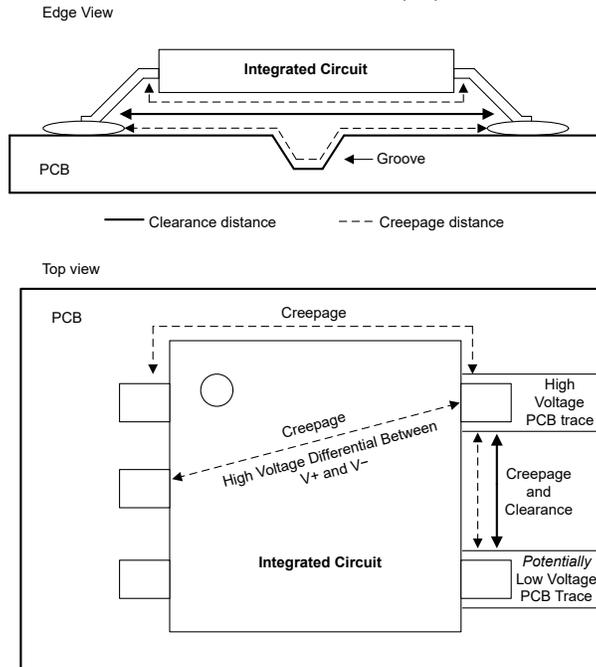

图 7-8. 集成电路中的爬电距离和间隙
在设计和构建具有高电压的电气系统时，需要考虑两个重要概念，即爬电距离和间隙距离。爬电距离是指电流可沿绝缘材料（如印刷电路板 (PCB) 或塑料外壳）表面穿行的最短路程。间隙距离是指两个导电器件（例如导线、端子或元件）通过空气的最短距离。图 7-8 显示了典型集成电路 (IC) 的爬电距离和间隙。